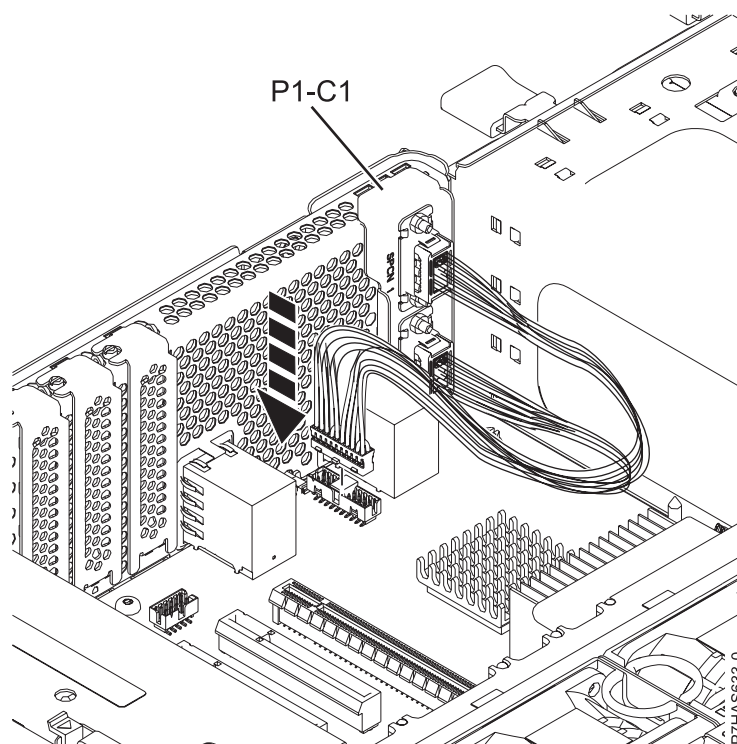

Figure 4. Installation de l'assemblage de câble SPCN
- c. Insérez l'autre extrémité du câble dans le connecteur situé sur le fond de panier du système (voir la figure 4).